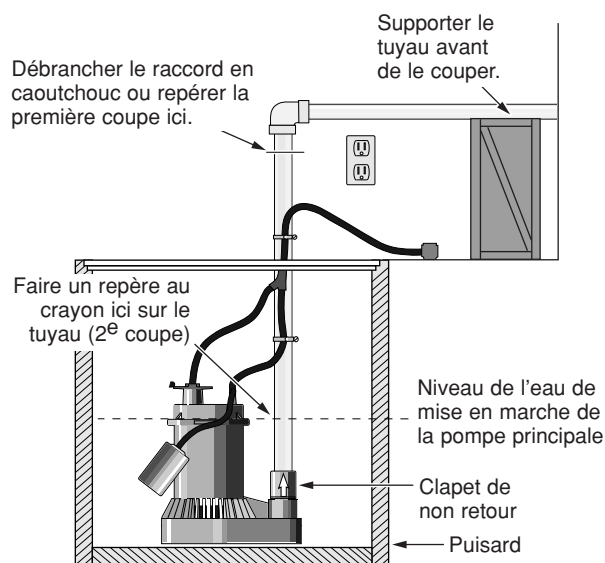
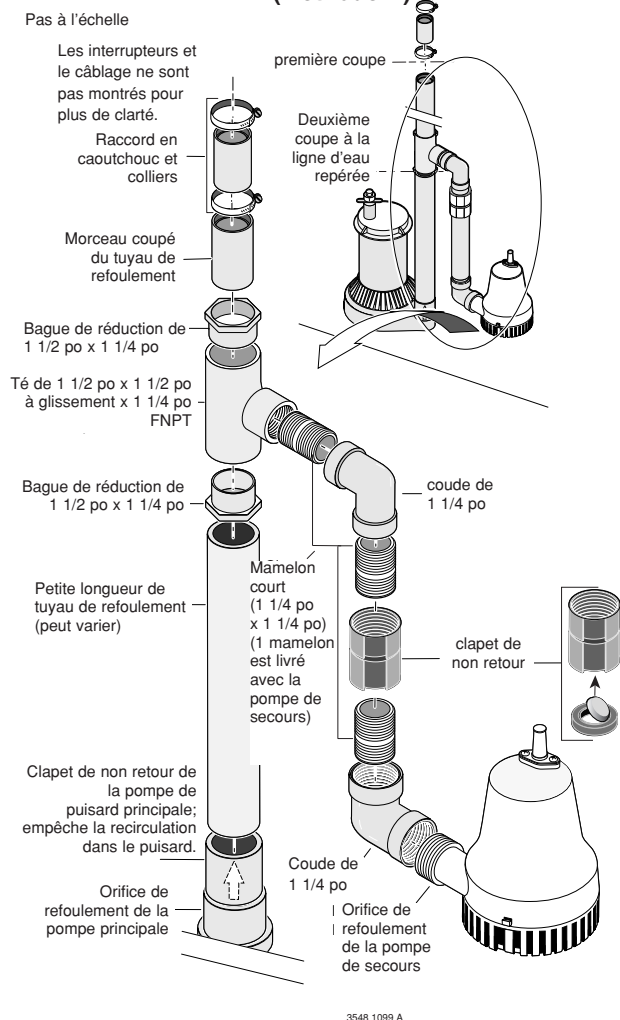

Figure 1 – Repérer et couper le tuyau, comme il est illustré
Figure 2 – Schéma de l'installation – Méthode A
1. Repérer à quel niveau d'eau la pompe principale démarre. Avec un crayon, tracer ce niveau sur le tuyau de refoulement. Voir la Figure 1.
La méthode recommandée suggère d'installer les deux pompes sur le fond du puisard. Se reporter à la Figure 2. Le diamètre minimum requis du puisard à sa partie inférieure et sa profondeur recommandée doivent être de 18 po.
1. Procéder à une deuxième coupe du tuyau de refoulement au repère fait au crayon, comme il est illustré à la Figure 1 de la page 16 et à la Figure 2 de la page 17. Avec un chiffon propre, nettoyer les extrémités du tuyau, puis mettre de côté le morceau de tuyau de refoulement coupé.
1. Procéder à une deuxième coupe du tuyau de refoulement, là où le repère au crayon a été fait lors de l'opération 1.; mettre le morceau de tuyau de refoulement coupé de côté. Voir la Figure 2.